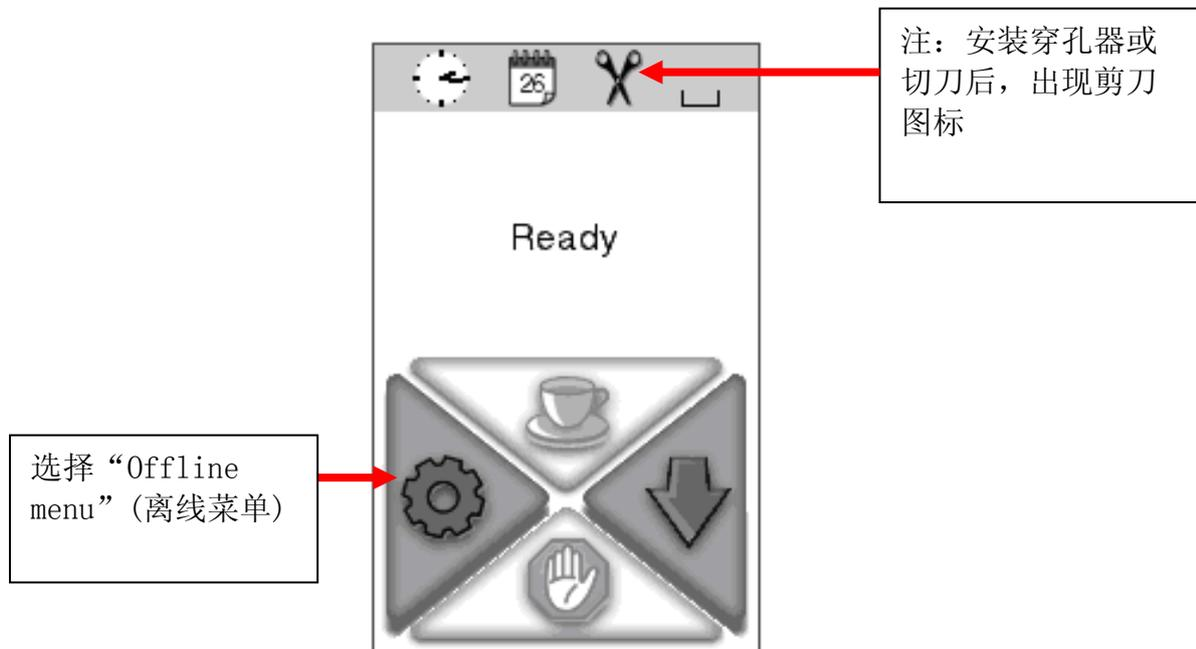

图 1: “Ready”（就绪）屏幕
3. 打开电源并等候，直到触摸屏显示器上显示“Ready”（就绪）屏幕，如图 1 所示。
12. 选择“back” (返回) 图标 ，可直接返回“Ready” (就绪) 屏幕，如图 1 所示。
13. 出现图 1 所示的“Ready” (就绪) 屏幕显示时，说明打印机设置就绪，可以进行穿孔。如果需要根据管子尺寸和类型调节穿孔质量，请返回图 6 所示的菜单。